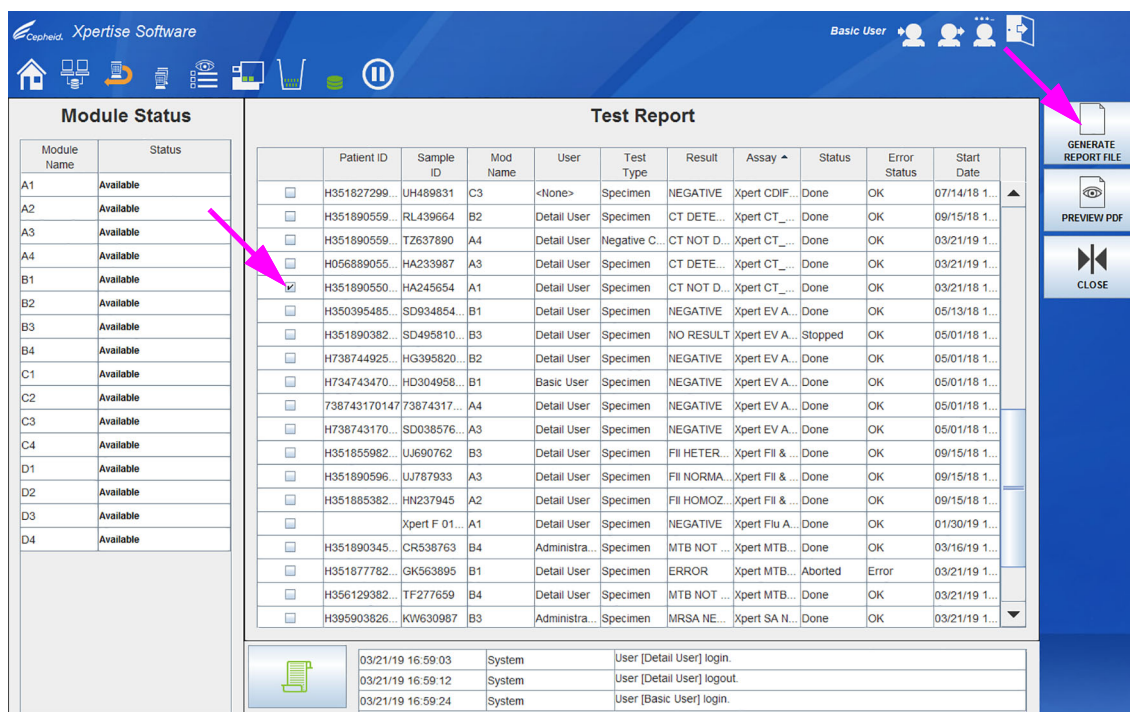

図 5-79. テストレポートワークスペース (基本ユーザ)
1. 結果の表示（View Results）ワークスペースから、**レポート（Report）** ボタンを選択します（図 5-64を参照）。テストレポート（Test Report）ワークスペースが表示されます。図 5-79を参照。
2. 左列のチェックボックスを使用して、1つ以上のテストレポートを選択します。図 5-79 を参照。
- 1) テストレポート (Test Report) ワークスペース (図 5-79 を参照) の**レポートファイルの作成 (GENERATE REPORT FILE)** ボタンを選択して、テストレポートの PDF ファイルを作成します。「レポートファイルの作成 (Generate Report File)」ダイアログボックスが表示され、そこで特定の場所にファイルを保存できます。その場所に移動したら、**保存 (SAVE)** を選択します。